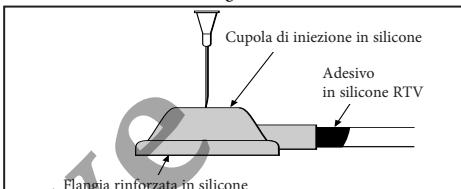

FIGURA 3
- a) Inserire un ago nuovo, sterile, da 21 G (o più piccolo) nell'unità di iniezione. Idealemente, l'ago dovrebbe penetrare perpendicolaramente alla sommità dell'unità, come illustrato in Figura 3.